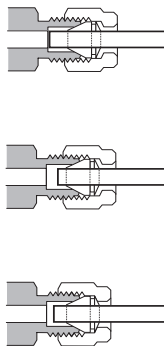

図 13 完成したフィッティング
- 10 図 13 には、正しくねじ込まれた接続と正しくねじ込まれていない接続の両方が示されています。正しくねじ込まれた